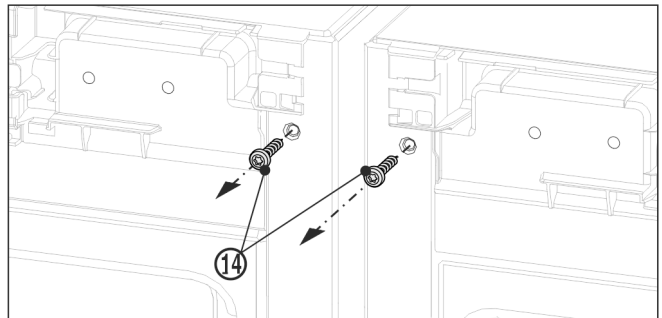

Fig. 12
- ▶ Skru de to jordingsskruer Fig. 12 (14) ud inden monteringen af den øverste vinkel.